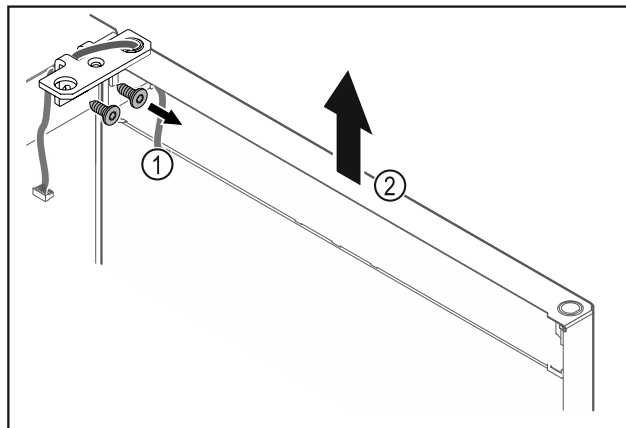

Fig. 21
- ▶ Irrota saranakulma Fig. 21 (1).
- ▶ Nosta ovia saranakulmineen Fig. 21 (2) noin 200 mm suoraan ylöspäin ja ota pois.